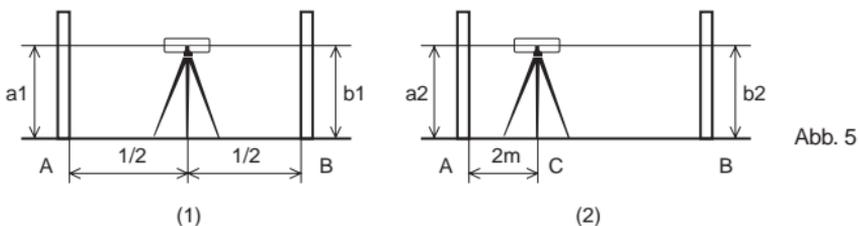

Abb. 5
- ① Errichten und horizontieren Sie das Instrument auf einem Punkt in der Mitte zwischen zwei Punkten. Stellen Sie eine Nivellierlatte auf Punkt A und B auf. Zielen Sie die Latte mit dem Fernrohr an und notieren Sie die Ablesung von  $a_1$  und  $b_1$  (siehe Abb. 5(1)).
- ② Stellen Sie das Instrument in etwa  $2m$  Entfernung von Punkt A oder B auf (Punkt C). Horizontieren Sie das Instrument erneut und notieren Sie die Ablesung von  $a_2$  und  $b_2$  (siehe Abb. 5(2)). Wenn  $a_1 - b_1$  nicht gleich  $a_2 - b_2$  ist, ist eine Justage erforderlich.